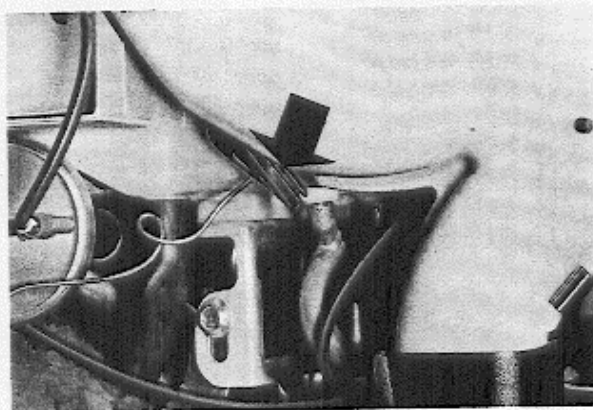

Abb. 8-38 Entfernung des Gummiführungsringes aus der Tunnelwandung
5. Gummiführungsring am Lufttunnel für den Fühlkörper des Wärmereguliertventils entfernen (Abb. 8-38).